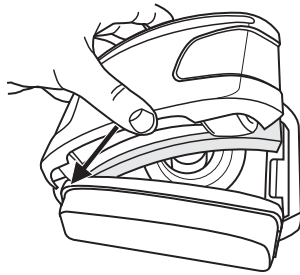

Fig. 7d
4. Instale como se indicó, con cuidado de que el lado con bisagra de la cubierta quede instalado antes de la matraca en el motor ventilador (Fig. 7d).